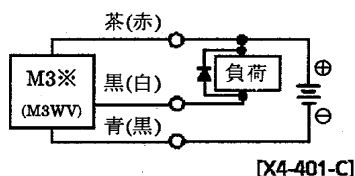

図3 誘導負荷にサージ吸収素子(ダイオード)を併用した例。ダイオードは日立製作所製V06C又は相当品を使用してください。
- 誘導性負荷(リレー、電磁弁)を接続使用する場合には、スイッチOFF時にサージ電圧が発生しますので図3に示す保護回路を必ず設けてください。